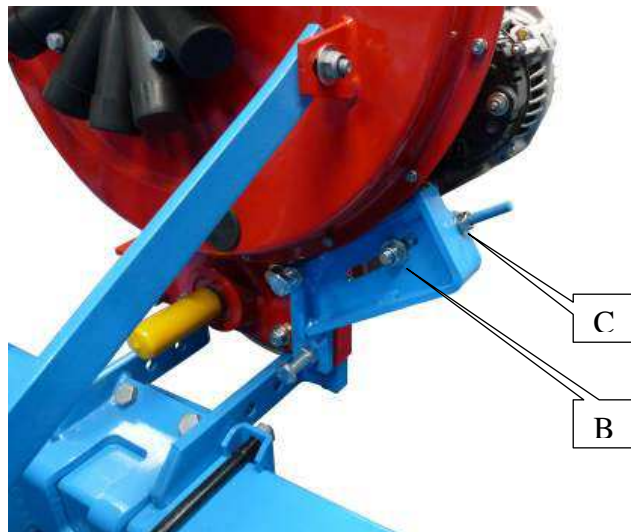

Fig. 3
- Desserrer l'écrou avant (B - fig. 3)
- Avec une clé, serrer ou desserrer l'écrou de réglage (C - fig. 3) afin d'obtenir la tension nécessaire au bon fonctionnement (137 Hz).
- Unscrew the front nut (B - fig. 3)
- With a wrench, screw or unscrew the adjusting nut (C - fig. 3) in order to obtain the tension required for correct operation (137 Hz).
- Die vordere Mutter lösen (B - Abb. 3)
- Mit einem Schlüssel die Stellmutter anziehen oder lösen (C - Abb. 3), um die richtige Spannung für einen einwandfreien Betrieb zu erhalten (137 Hz).